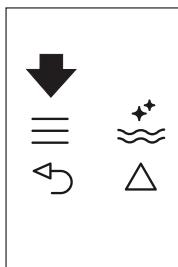
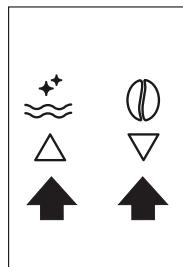

Fig. 22
Fig. 9
- ▶ Premere l'icona (B2) per entrare nel menù (Fig. 22) o poi premere le icone (B7) e (B8) (Fig. 9) fino a selezionare il messaggio "PROGRAMM. ACQUA".